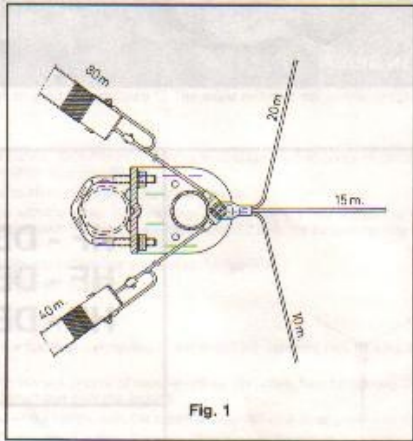

Fig. 1
Para un correcto funcionamiento de la antena, es necesario instalarla sin obstáculos metálicos próximos y a una altura superior a los dos metros respecto al suelo. Así mismo es necesario también, que los cinco radiales estén lo más separados posible, tal como indica la (fig. 1). El ángulo del radiante vertical respecto de los radiales, ha de ser de 135° aproximadamente.
For a correct set up of the antenna it is important to install it in a place without nearest metallic obstacles and a high more than 2 meter over the ground. It is also important put the 5 radials more separates as possible (see figure 1). The angle between the vertical radiator and the radials must be around 135°.
**NOTE:** The 80 meters diagram can be displayed all over the 80 mts. band cutting the whip (2) in manner to obtain the minimum SWR point will follow the approximate values seen in figure 1.
Pour un correct fonctionnement de l'antenne, il faut la situer sans obstacles métalliques prochains et élevée plus de 2 mètres sur le sol. Il faut aussi séparer les cinq radials selon la figure 1. L'angle du radiateur vertical par rapport aux radials doit être environ de 135°.